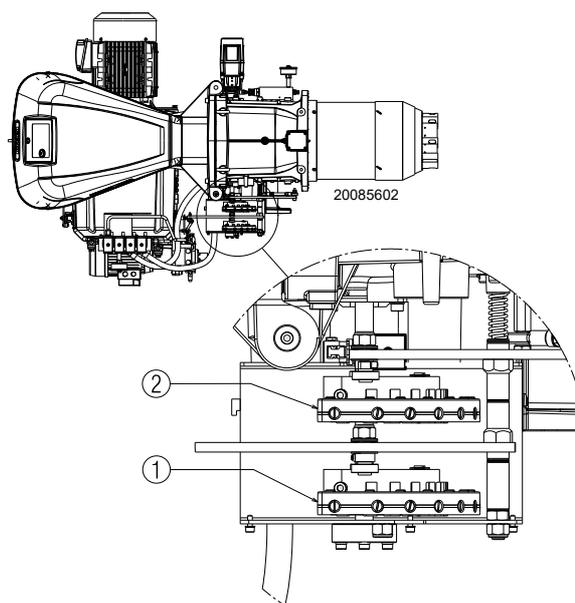
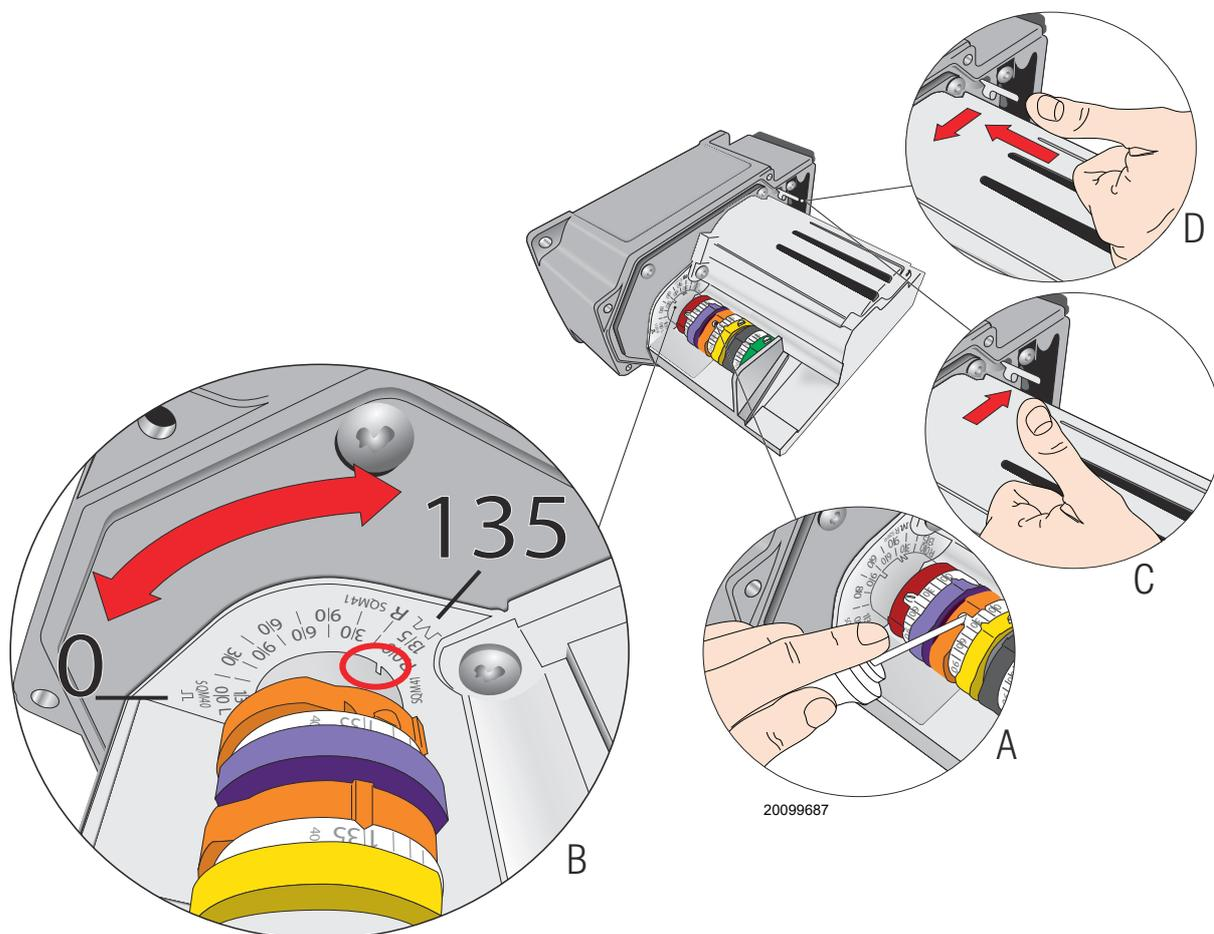

Fig. 35
Fig. 36
La sincronizzazione combustibile/comburente viene fatta per mezzo di un servomotore collegato a due camme a profilo variabile, le quali agiscono sulle serrande dell'aria 1)(Fig. 35) e del gas 2)(Fig. 35).
Sulla farfalla gas, la parzializzazione del combustibile in funzione della potenzialità richiesta, viene fatta attraverso la camma 2)(Fig. 35).
- Avvitare o svitare la vite 2) della camma meccanica (Fig. 35 a pag. 35) prescelta per aumentare o diminuire la portata di gas in modo da adeguarla alla corrispondente portata aria per ottenere una combustione ottimale.
Legenda (Fig. 35)
Per la regolazione della camma del servomotore vedi Fig. 36 A).
Variare in progressione il profilo iniziale della camma meccanica 2)(Fig. 35, agendo sulle viti 2) Fig. 35.
La regolazione dell'aria viene effettuata variando l'angolo della camma III) del servomotore Fig. 30 e per mezzo del selettore 2)(Fig. 31 a pag. 31). Per la regolazione della camma del servomotore vedi Fig. 36 A).
Per l'eventuale regolazione della camma III) (Fig. 30), vedi Fig. 36 A) e B).
Spegnere il bruciatore agendo sull'interruttore 1)(Fig. 31 a pag. 31), posizione OFF, svincolare le camme meccaniche I) e II)(Fig. 33)(Fig. 35) per separare gli ingranaggi del servomotore, premendo e spostando verso il basso il pulsante 3)(Fig. 36 D) e verificare più volte ruotando a mano la camma meccanica I)(Fig. 33) avanti ed indietro che il movimento sia morbido e privo di impuntamenti.
Si raccomanda di vincolare nuovamente le camme meccaniche I) e II)(Fig. 33)(Fig. 35) al servomotore spostando verso l'alto il pulsante 3)(Fig. 36 C).